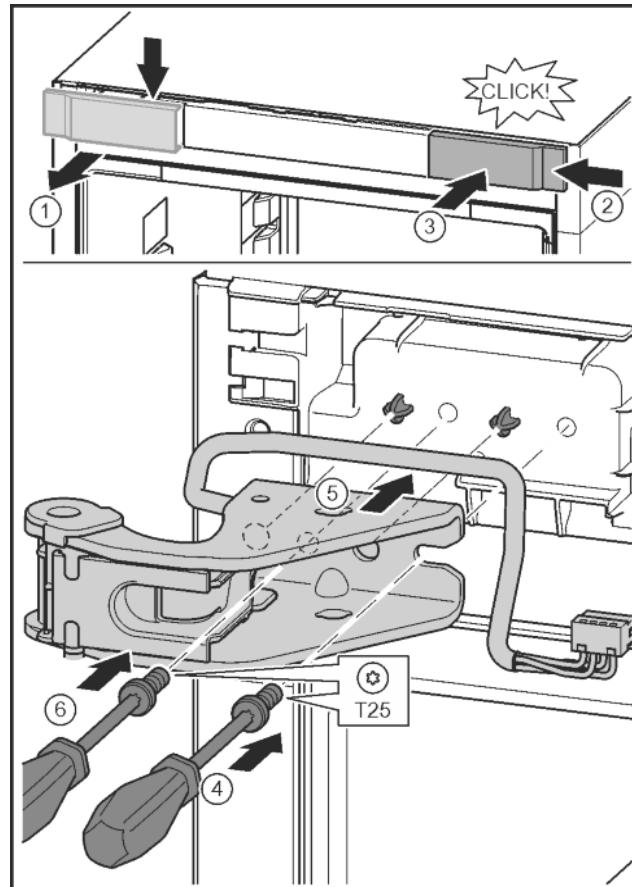

Fig. 28
- Отпустить крышку и снять сбоку. Fig. 28 (1)
- Навесить крышку, повернув ее на 180°, справа с другой стороны. Fig. 28 (2)
- ▶ Крышку зафиксировать. Fig. 28 (3)
- ▶ Установить винт отверткой T25. Fig. 28 (4)
- ▶ Установить верхний опорный кронштейн. Fig. 28 (5)
- ▶ Затянуть винт. Fig. 28 (4)
- ▶ Вставить и затянуть винт отверткой T25. Fig. 28 (6)